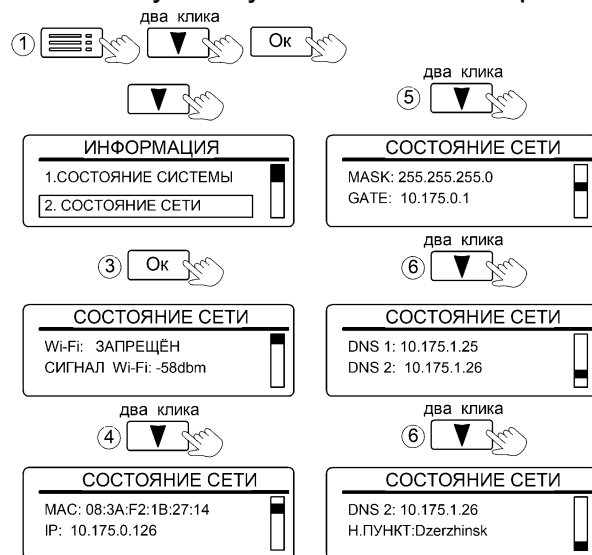

Рисунок 30. Вид вкладки «СОСТОЯНИЕ СЕТИ»
**11.3.1 «1.СОСТОЯНИЕ СИСТЕМЫ»** отображает текущие значения (рис. 30):